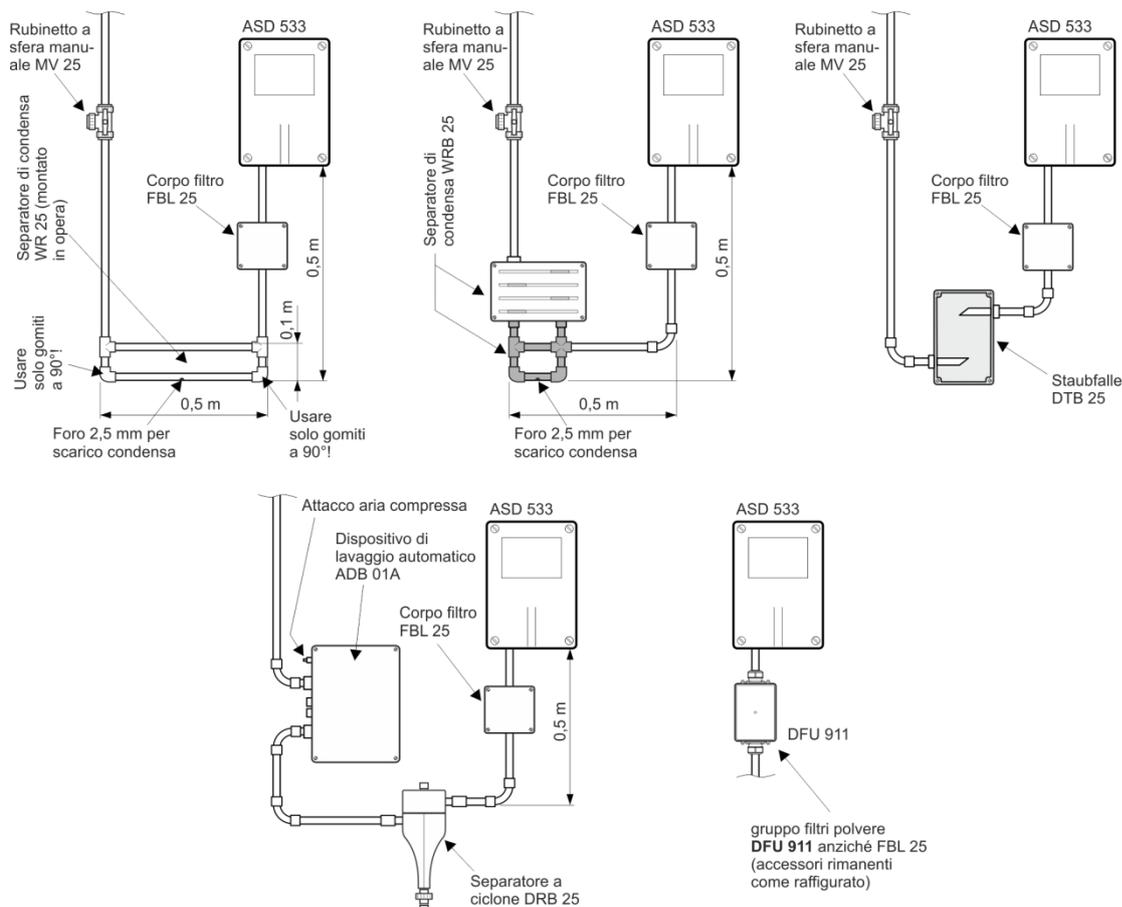

Fig. 29 Montaggio degli accessori
- Le posizioni di montaggio del separatore di condensa, del separatore di polvere e del separatore a ciclone indicate nella **Fig. 29** vanno rispettate.